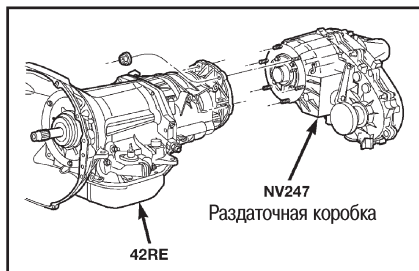

Рис. 5 Крепление раздаточной коробки
- Сдвиньте раздаточную коробку и телескопическую стойку назад и выведите раздаточную коробку из зацепления (рис. 5).
- Наверните крепежные гайки раздаточной коробки и затяните с моментом 35 Н•м (рис. 5).